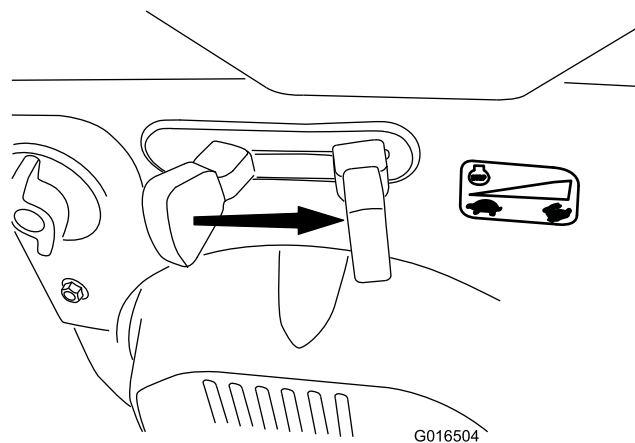

Bild 28
6. Stellen Sie den Gasbedienungshebel auf SCHNELL (Bild 28).